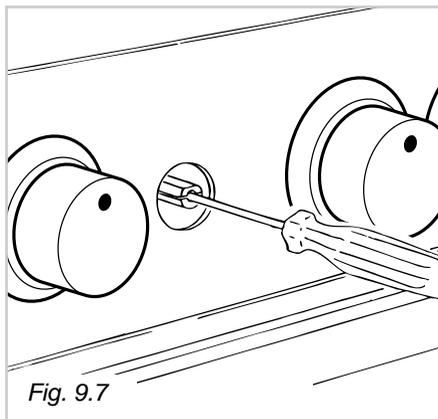

Fig. 9.7
- Togliere la manopola ed agire sulla vite interna all'asta del rubinetto (fig. 9.7) fino ad ottenere la fiamma desiderata.